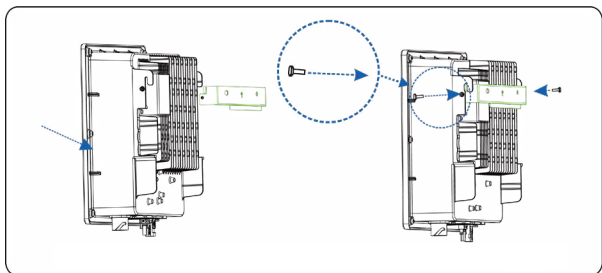

Figura 4.14 Fixarea invertorului
Step 2 Monteaza invertorul pe acest panou aliniind orificiile de fixare ca in **Figura 4.14**.